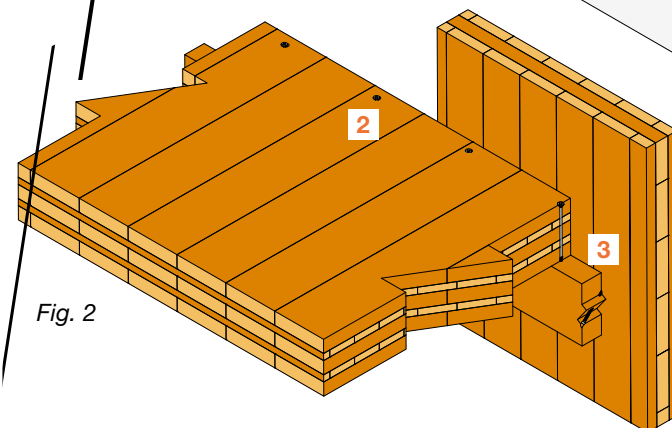

Fig. 2
- bij een houten ondergrond gaat de voorkeur naar schroeven van het type **ESCR**, **ESCRC**, **ESCRFTC**, **ESCRFTZ** (fig. 2).